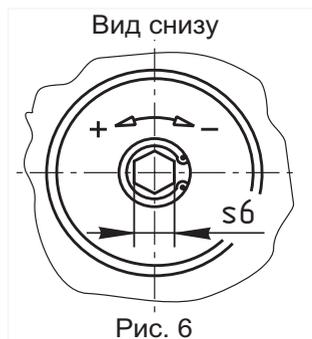

Рис. 6
4.5.4 При необходимости регулирования количества пропускаемого газа, используйте винт в нижней крышке (только для клапанов ВН...КПЕ ст. фл.). Поворачивая винт в сторону знака « - » можно уменьшить количество пропускаемого через клапан газа (рис. 6).